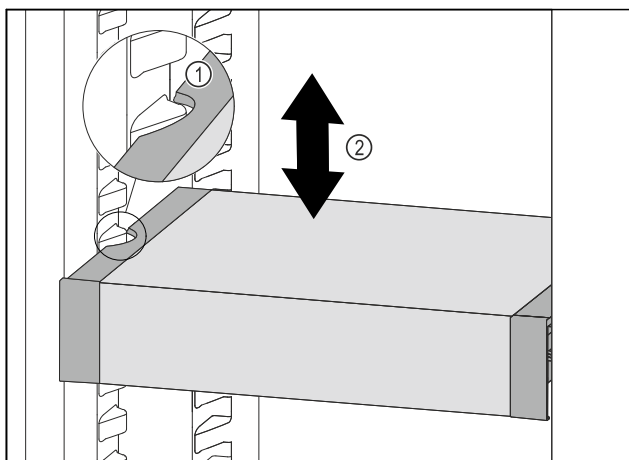

Fig. 106
- 向前移动 VarioSafe，直到 VarioSafe 两侧的凹槽与冷藏区中的容器肋梁持平。Fig. 106 (1)
- 在冷藏区中向上或向下移动 VarioSafe，直至所需高度。Fig. 106 (2)